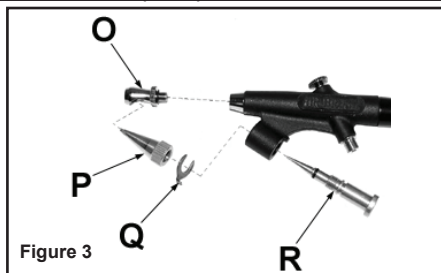

Figure 3
1. Démontez l'aérographe en suivant la procédure suivante (voir Figure 3):
- a. Enlevez le circlip (Q) du corps de brosse d'air.
- b. Vissez le chapeau liquide (P) abaissez dans le sens contraire des aiguilles d'une montre alors pour libérer l'aiguille liquide (R).
- c. Enlevez l'aiguille liquide (R) en tournant dans le sens contraire des aiguilles d'une montre.
- d. Nettoyez l'aiguille liquide (R), le chapeau liquide (P) et le bout d'air (O) avec un morceau de coton plongé dans le diluant ou dissolvant. Une brosse raide fine fonctionnera également.
- e. Rassemblez la brosse d'air en renversant le procédé ci-dessus. Note : Assurez-vous que la surface plate de l'aiguille liquide (R) aligne avec la surface plate du corps de brosse d'air (voir le schéma 4).